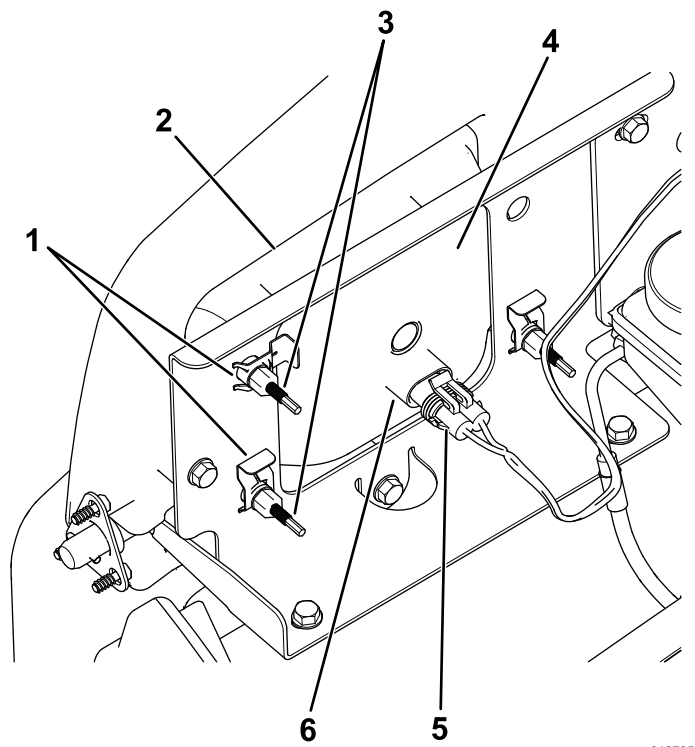

Figura 48
3. Scollegate il connettore elettrico del cablaggio dal connettore del gruppo luci (Figura 48).
4. Togliete i fermagli che tengono bloccato il faro anteriore sulla relativa staffa (Figura 48).
5. Rimuovete il gruppo faro anteriore spostandolo in avanti attraverso l'apertura nel paraurti anteriore (Figura 48).
6. Montate il nuovo faro anteriore attraverso l'apertura nel paraurti (Figura 48).
8. Collegate il connettore elettrico del cablaggio al connettore del nuovo gruppo luci (Figura 48).
5. Sul retro del gruppo faro, ruotate le viti di regolazione (Figura 48) per ruotare il gruppo faro e allineare la posizione di getto del fascio.